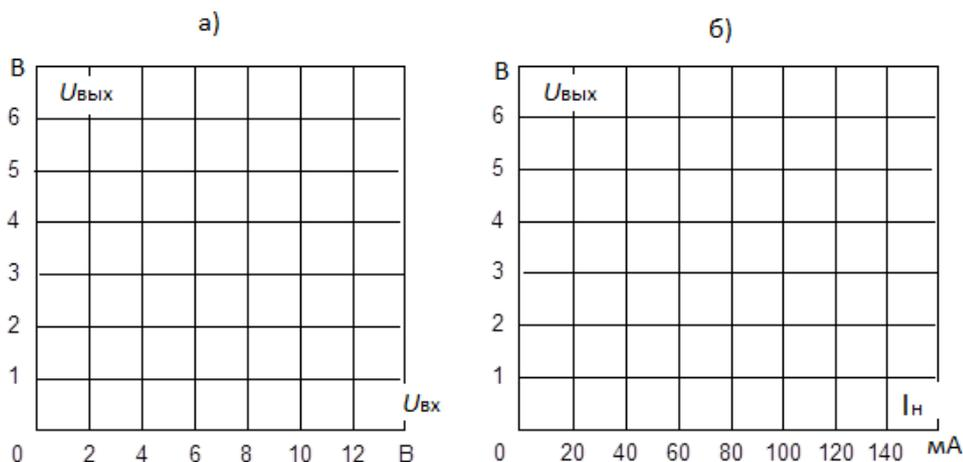

Рис. 2.12
4. На рис. 2.12, а и б постройте графики $U_{\text{ВЫХ}} (U_{\text{ВХ}})$ и $U_{\text{ВЫХ}} (I_{\text{Н}})$.